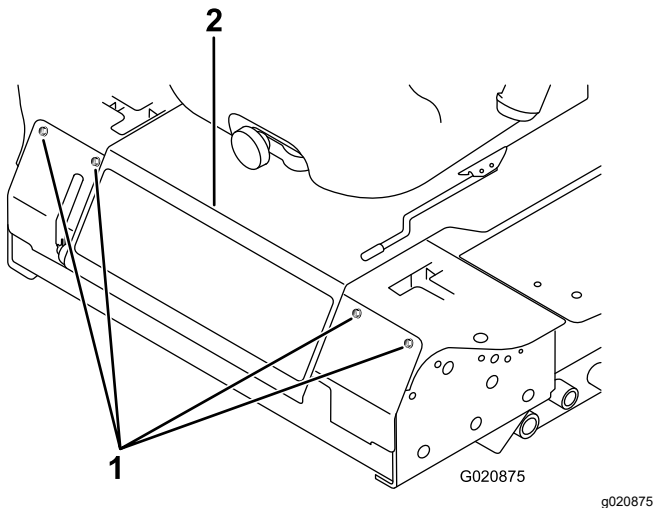

Figura 45
2. Afloje los pernos del panel delantero y retire el panel (Figura 45).